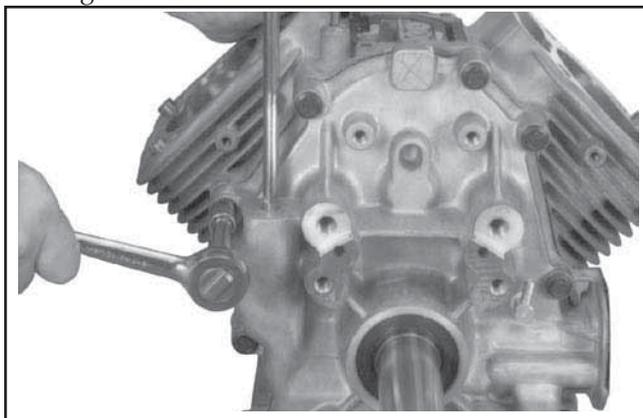

Figure 9-66. Enlèvement des dix raccords de la plaque de fermeture.
1. Enlever les dix vis hexagonales à embase fixant la plaque de fermeture au carter moteur. Voir la Figure 9-66.